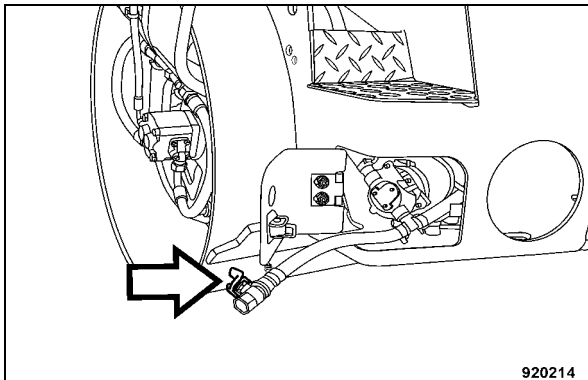

Fig. 180
- Sortir le tuyau de vidange (Fig. 180).